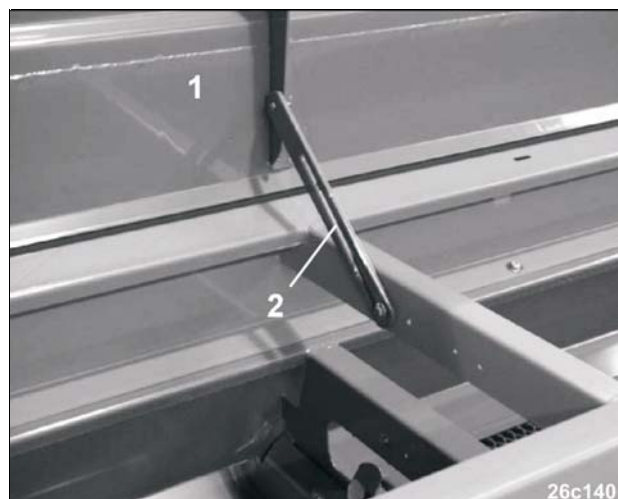

Рис. 145
- Откройте крышку бункера для удобрений (Рис. 145/1) и зафиксируйте в открытом положении (смотрите Рис. 145)
- Для закрытия крышки фиксатор (Рис. 145/2) поднимите и осторожно закройте крышку.